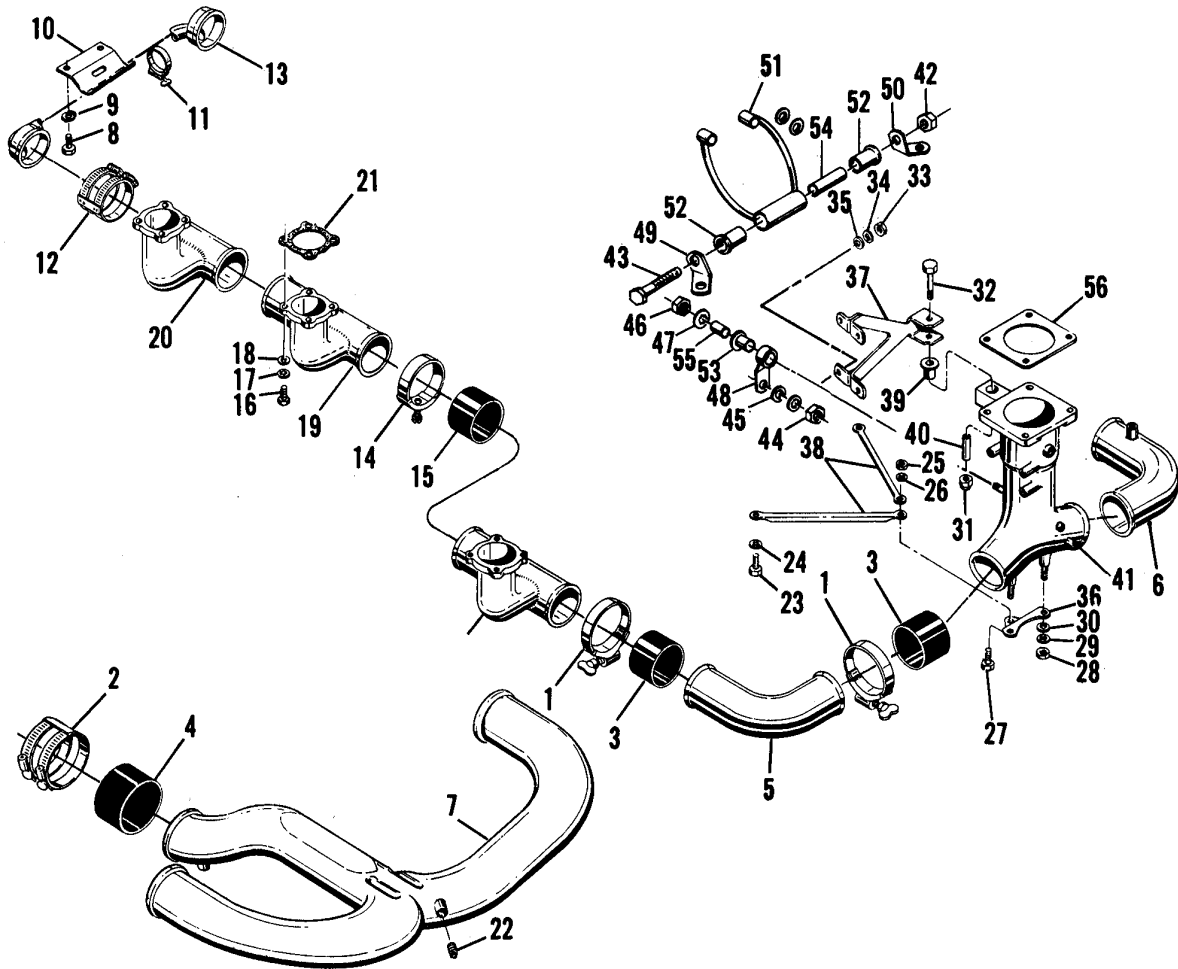

FIGURE 4-6. INDUCTION SYSTEM. (A,B,C,F,J,K & L)
a. IO-520-A, B, C, F, J, K, L (See Figure 4-6).